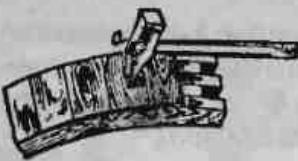

Рис. 115
2) Оклейка узких кромок в мебельном деле встречается не менее часто и производится обычно без всяких зажимов при помощи продолжительного притирания ребром молотка (рис. 115). С этой целью оклеиваемую доску обвяза закрепляют в передних тисках столярного верстака кромкой кверху и покрывают ее слоем горячего клея; смазывают горячим kleem и узкую фанерную полоску, которую нужно наложить на место, пока клей еще не застыл. Затем начинают притирать ее ребром молотка до тех пор, пока клей не загустеет окончательно. Если молоток начнет задирать шпон и притирание станет затруднительным от налипших частиц выступившего клея, молоток необходимо смочить водой и пропудрить тальком.